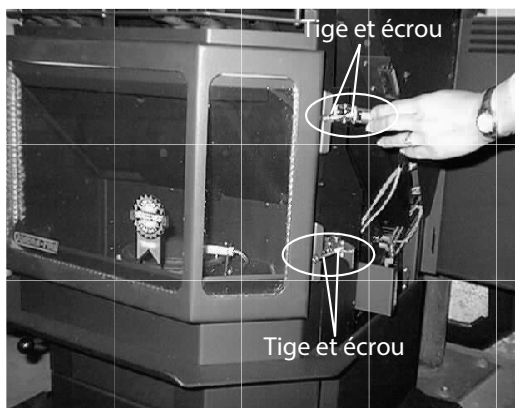

Figure 23.2
3. Le loquet doit fermer hermétiquement afin de fournir un joint étanche à l'air entre la porte et le corps de l'appareil. Pour accroître la tension sur le loquet, faites tourner la tige dans le sens des aiguilles pendant quelques tours et essayez ensuite de fermer le loquet, jusqu'à ce qu'il soit serré. Ne serrez pas trop fort ; vous devriez pouvoir fermer le loquet avec votre main. **Figure 23.2.**